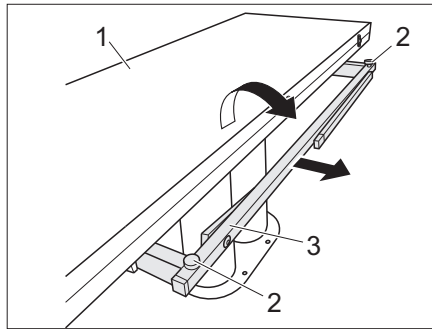

Fig. 106 Agrandar mesa
- Sacar la estructura inferior de la mesa (Fig. 106,3).
- Desplegar mitad de la mesa (Fig. 106,1).
- Ajustar la altura deseada del tablero de mesa con los dos tornillos (Fig. 106,2).